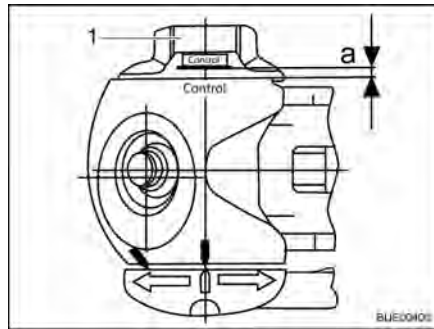

Bild 196 Slitagekontroll
- Vrid ratten (Bild 196,1) tills vridmomentbegränsningen tydligt (och ljudligt) spärrar. Vridriktning: medurs.
- Avstånd $a > 0$ (Bild 196): Slitage inom tillåtna gränser.